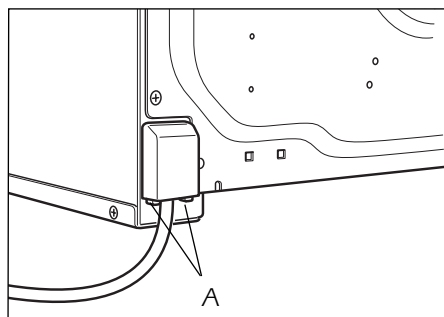

Figure 7
- *Décrochez le couvercle du bornier en introduisant un tournevis dans les deux crochets « A » (Fig. 7).*